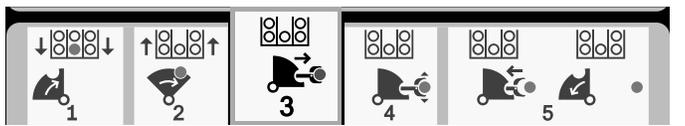

Figura 33
6. Suelte el botón para continuar con el paso siguiente de la secuencia (Figura 33).